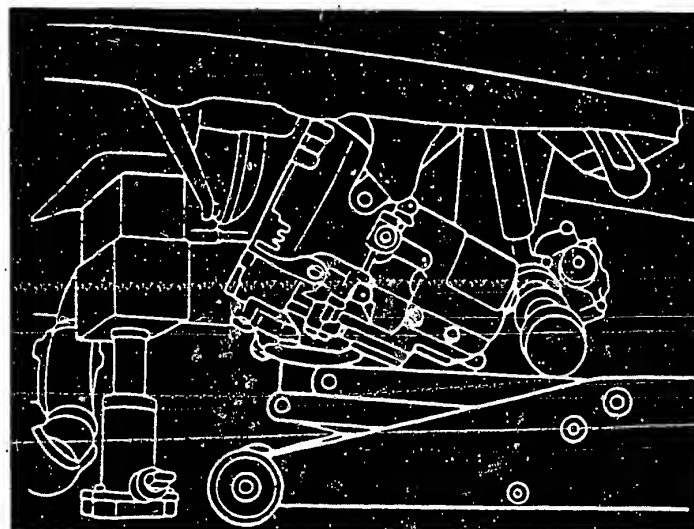

Bild 38 Ausbau des Getriebes nach unten.
a) Der **Ausbau** des Getriebes erfolgt nach unten, der Motor bleibt eingebaut. Die Antriebswellen sind herauszuziehen (Kapitel 6.3) und der Motor unter der Ölwanne (nicht unter der Ölablassschraube!) abzustützen (Bild 38).